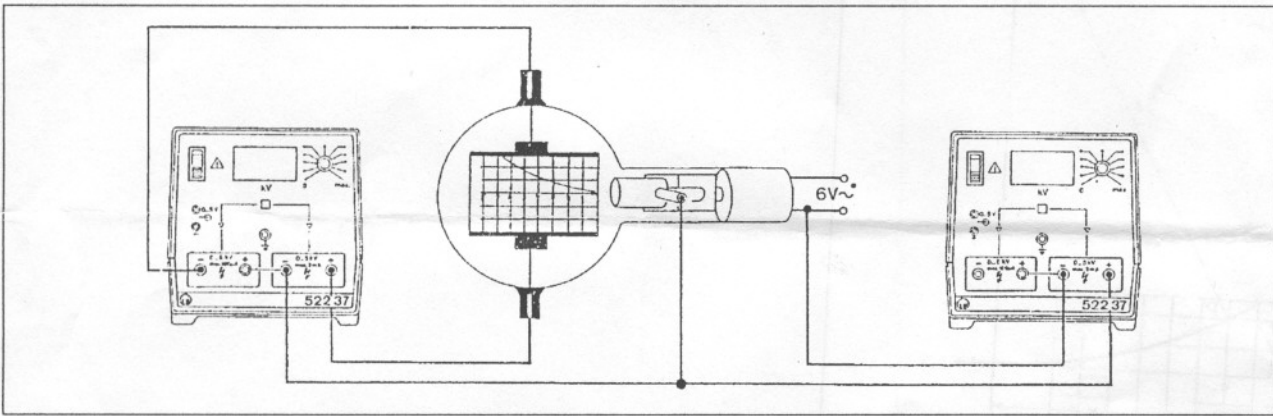

Fig. 3
- A l'aide d'un montage expérimental suivant la fig. 3 on peut
1. confirmer (approximativement) la relation (II). Pour ce faire, on représente graphiquement des couples de valeurs x et y allant ensemble avec x^2 comme abscisse et y comme ordonnée, puis on confirme la proportionnalité (II).
2. déterminer v de (I) lorsque x et y sont déterminés expérimentalement et $\frac{e}{m}$ est supposé connu.
- Con una disposición experimental según la fig. 3 puede
1. confirmarse (aproximadamente) la relación (II). A este efecto, se representan gráficamente los pares de valores correspondientes de x y de y con x^2 como abscisa y y como coordenada y se confirma la proporcionalidad $y \sim x^2$ (II).
2. determinar v a base (I), si x e y se obtienen de forma experimental; la relación $\frac{e}{m}$ se supone conocida.